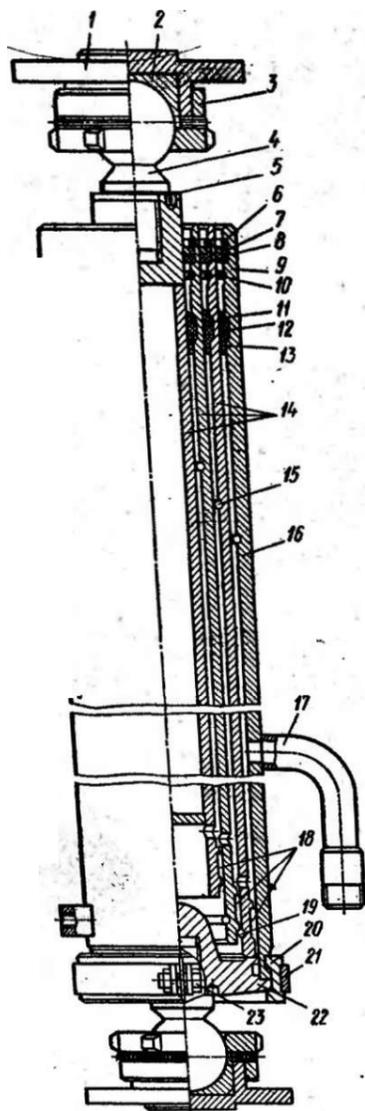

Рис. 160. Гидроцилиндр механизма подъема платформы автомобиля-самосвала мод. 5511:
**Гидроцилиндр** (рис. 160 и 161) механизма подъема — телескопический, одностороннего действия. В корпусе гидроцилиндра размещены выдвижные звенья, ход которых ограничивается стопорными кольцами. Направление выдвижных звеньев обеспечивается в нижней части направляющими, а в верхней части — латунными втулками, которые удерживаются стопорными кольцами. Для увеличения долговечности гидроцилиндра наружные
К корпусу гидроцилиндра (см. рис. 160) автомобиля-самосвала мод. 5511 приварен патрубок с резьбовым концом, а к корпусу гидроцилиндра (см. рис. 161) автомобиля-самосвала мод. 55102 — штуцер и цапфа для закрепления его на раме. Резьбовые отверстия патрубка и штуцера предназначены для подсоединения маслопровода высоко-